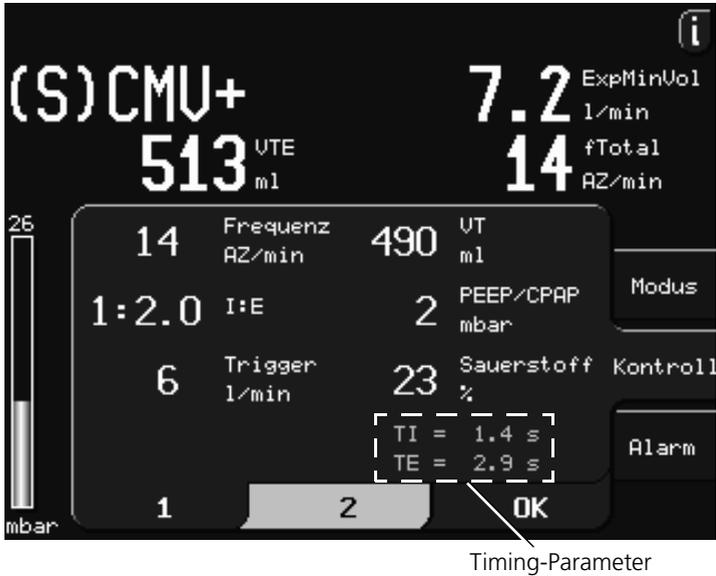

Abbildung 4-6. Fenster Kontroll 1 – ohne Modusänderung
- Mit Ausnahme der Modi ASV, SPONT und NIV werden für alle Modi Timing-Parameter angezeigt, die über die Timing-Einstellungen festgelegt werden (siehe Abbildung 4-6). Die Definitionen der Parameter I:E, Frequenz, TI und T tief entsprechen den in Tabelle 4-4 beschriebenen Einstellungen. TE gibt die Dauer der Expirationsphase an.
- Öffnen Sie das Fenster Kontroll 1 (Abbildung 4-6), indem Sie die Taste **Kontroll** drücken.